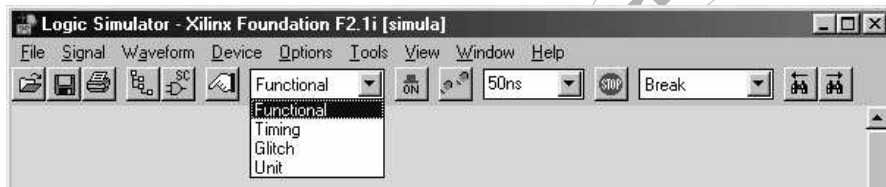

Figura E3.3: Modos de simulación.
- Elegir el tipo de simulación. Existen 4 modos de simulación posibles: *functional*, *timing*, *glitch* y *unit delay*, según los tiempos de propagación considerados en la simulación (ver figura E3.3). En la práctica usaremos los modos *functional* o *unit delay*.